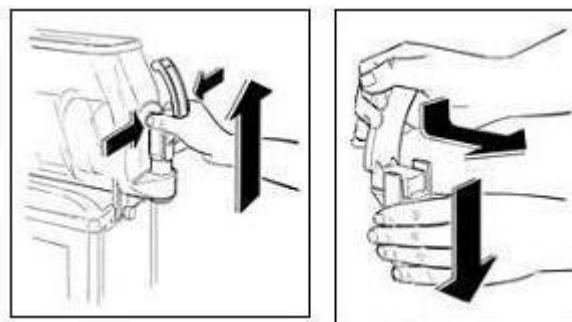

Fig. 14
- Smontare il rubinetto dalla vasca premendo contemporaneamente sulle due alette di blocco e sollevarlo in modo da estrarlo dalla propria sede (fig.14).
- Scomporre il rubinetto in tutti i suoi componenti tenendo premuto verso il basso il corpo e sfilando la leva dalla propria sede (fig.14).